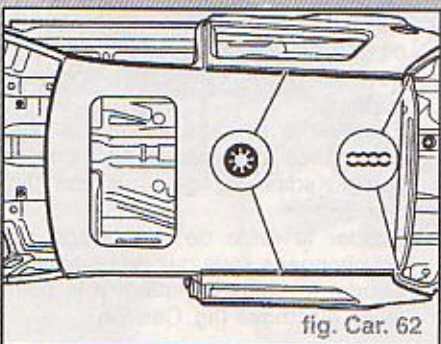

fig. Car. 62
- Souder le pavillon par bouchonnage sous gaz de protection (fig. Car. 62)